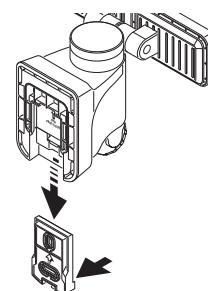

Figure 2
- Appuyez sur la languette au bas de la plaque de montage, puis faites glisser cette dernière du corps de l'appareil (voir la Figure 2).